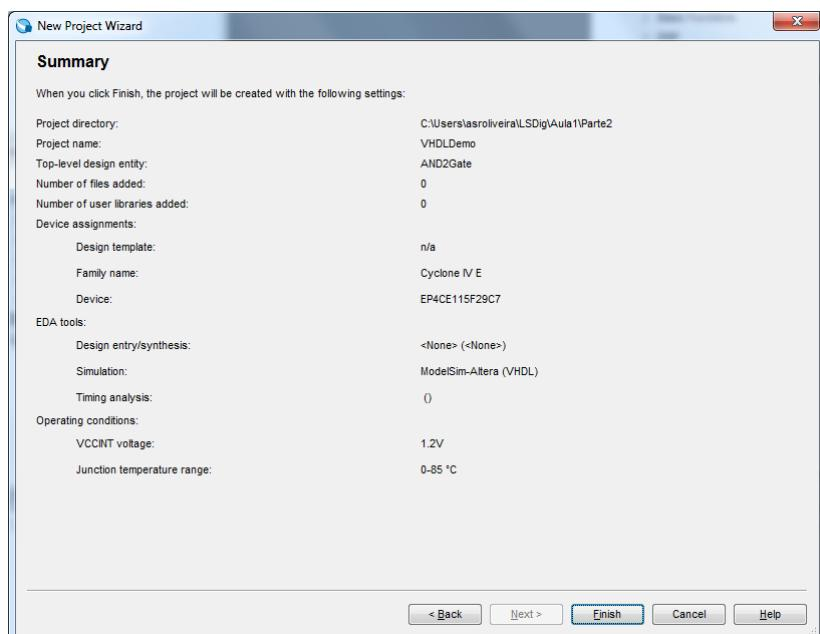

Figura 31 – Sumário final da criação do projeto.
- Crie para a FPGA do *kit DE2-115 (Cyclone IV EP4CE115F29C7)* um novo projeto, seguindo os mesmos passos do ponto 1 da parte I deste guião. Considere a informação de identificação do projeto apresentada na Figura 30. O sumário da descrição do projeto deve ser semelhante ao da Figura 31.